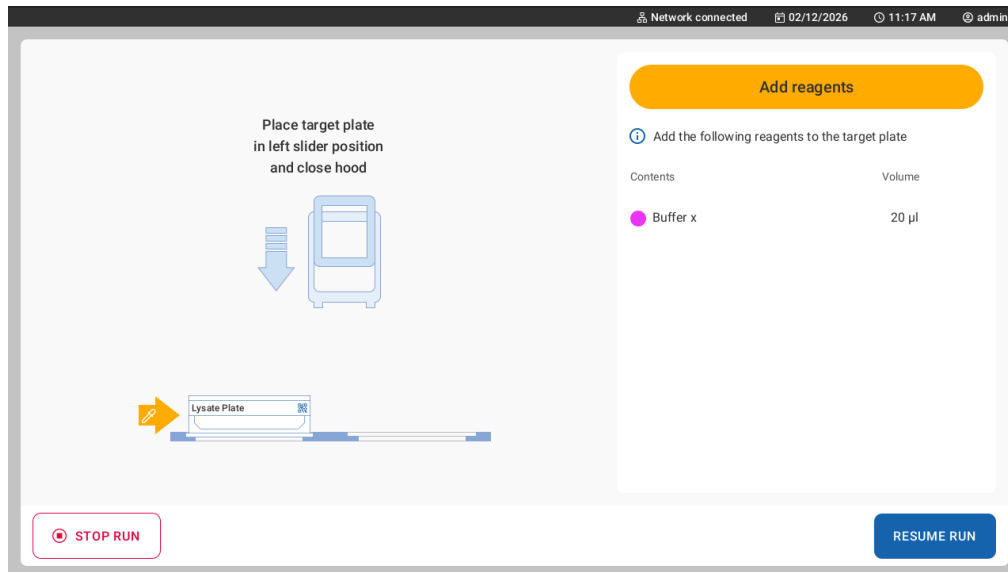

Abbildung 53. Bildschirm einer manuellen Interaktion
2. Befolgen Sie die Anweisung auf dem Bildschirm für manuelle Interaktionen. Die erforderliche Aktion hängt vom Protokoll ab (Abbildung 53).